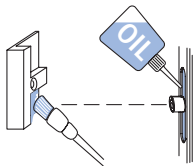

Fig. 4 C D
Afin de garantir la souplesse de mouvement des ferrures Winkhaus autoPilot, les gâches (C) doivent être lubrifiées une fois par an sur les côtés d'entrée, avec de la vaseline technique ou tout autre lubrifiant adapté (voir Fig. 4, 5 et 6).